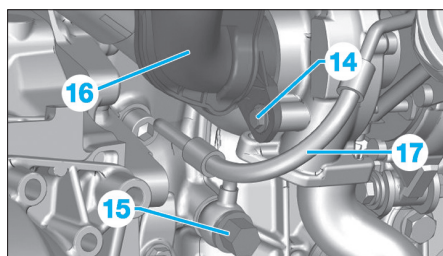

Fig. 48
- la vis (14) (Fig.48),
- la vis (15).
- Écarter le conduit d'air (16) et le tube d'arrivée d'huile (17).